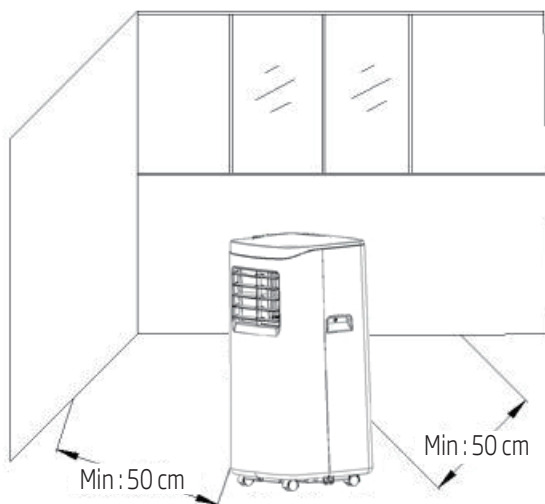

Fig. 4
- 1) Déplacez l'appareil, muni de son tuyau d'évacuation et des raccords, pour l'installer devant la fenêtre, en respectant une distance d'au moins 50 cm entre l'appareil et les murs ou tout autre objet (comme illustré dans la Fig. 4).